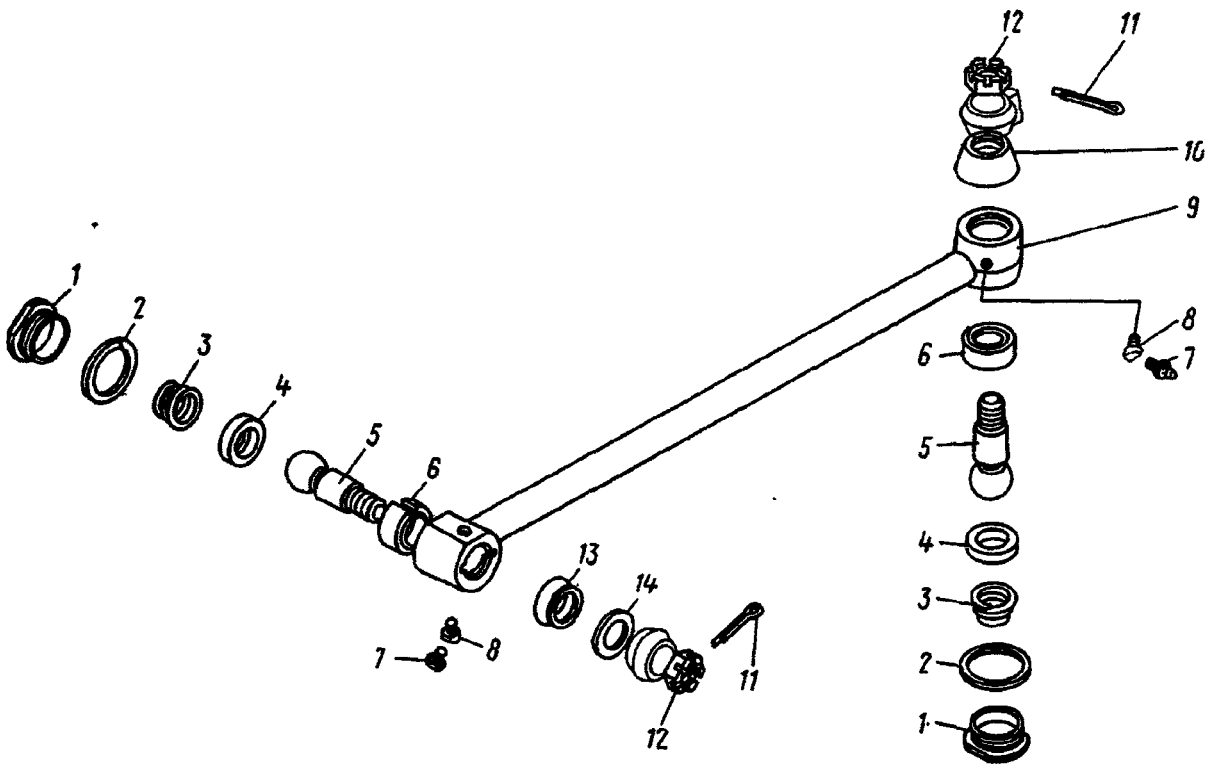
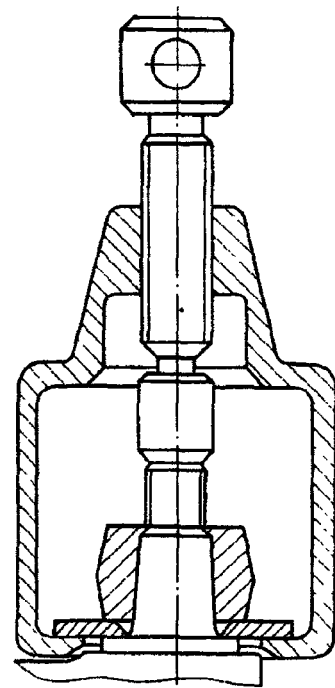
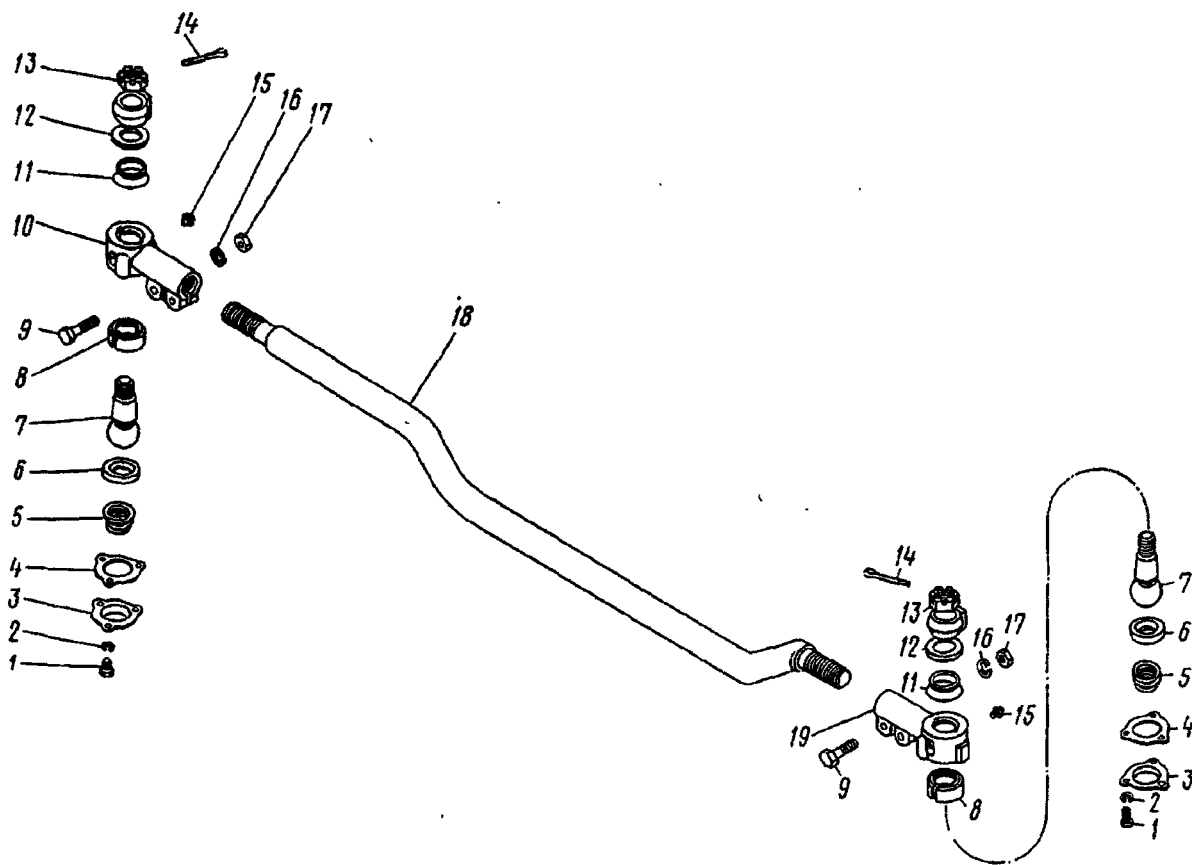

Рис. 55. Тяга сошки рулевого механизма:
Рис. 56. Выпрессовка пальца рулевой тяги
Рис. 57. Тяга рулевой трапеции:
<p>1. Поднимите передний мост автомобиля и поверните управляемые колеса влево до отказа</p> <p>2. Расшплинтуйте и отверните гайку 12 (рис. 55) крепления шарового пальца головки тяги сошки со стороны верхнего рычага левого поворотного кулака</p> <p>3. Расшплинтуйте и отверните гайку крепления шарового пальца головки тяги со стороны сошки рулевого механизма</p> <p>4. Выпрессуйте съемником (рис. 56) шаровой палец 5 (см. рис. 55) из проушины сошки, отсоедините головку тяги от сошки и заверните гайку на шаровой палец</p> <p>5. Выпрессуйте съемником шаровой палец 5 из конусного отверстия рычага поворотного кулака, снимите тягу с автомобиля и заверните гайку на шаровой палец</p> <p style="text-align: center;">Установка тяги сошки</p> <p>6. Вставьте шаровой палец задней головки тяги сошки в конусное отверстие верхнего рычага поворотного кулака, заверните гайку крепления шарового пальца с моментом 245—314 Н·м (25—32 кгс·м) и зашлифуйте.</p> <p style="text-align: center;">Примечание. Задняя головка тяги сошки имеет защитную резиновую накладку 10 конической формы без обоймы; ось смазочного отверстия под масленку в задней головке составляет с осью тяги угол около 45°</p> <p>7. Вставьте шаровой палец передней головки тяги сошки в проушину сошки, заверните гайку крепления шарового пальца с моментом 245—314 Н·м (25—32 кгс·м) и зашлифуйте</p> <p>8. Опустите передний мост автомобиля</p>	<p>Домкрат подставки, лопатка-вороток</p> <p>Плоскогубцы, сменная головка 36 мм и вороток</p> <p>То же</p> <p>Съемник</p> <p>Сменная головка 36 мм и вороток, плоскогубцы, молоток, динамометрический ключ</p> <p>Сменная головка 36 мм и вороток, плоскогубцы, молоток, динамометрический ключ</p> <p>Домкрат, лопатка-вороток</p>
2. Расшплинтуйте и отверните гайку 13 (рис. 57) крепления шарового пальца наконечника 10 тяги рулевой трапеции к корпусу правого поворотного кулака
3. Выпрессуйте съемником (см. рис. 56) шаровой палец 7 (см. рис. 57) тяги из конусного отверстия правого поворотного кулака, отсоедините наконечник тяги от кулака и наверните гайку на шаровой палец